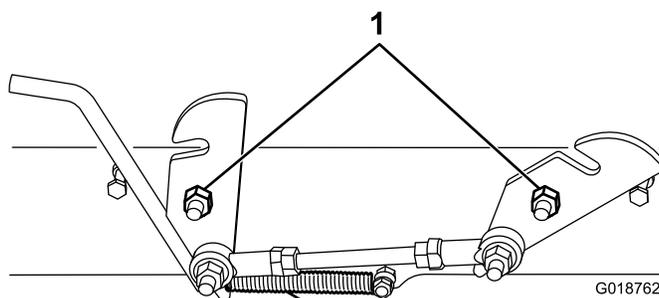

Figura 1
1. Conecte el muelle al enganche (Figura 1).